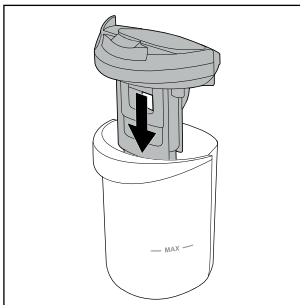

Fig. 29
- ♦ Sæt låget til beholderen til snavsset vand **9** på beholderen til snavsset vand **2** igen (se fig. 29).